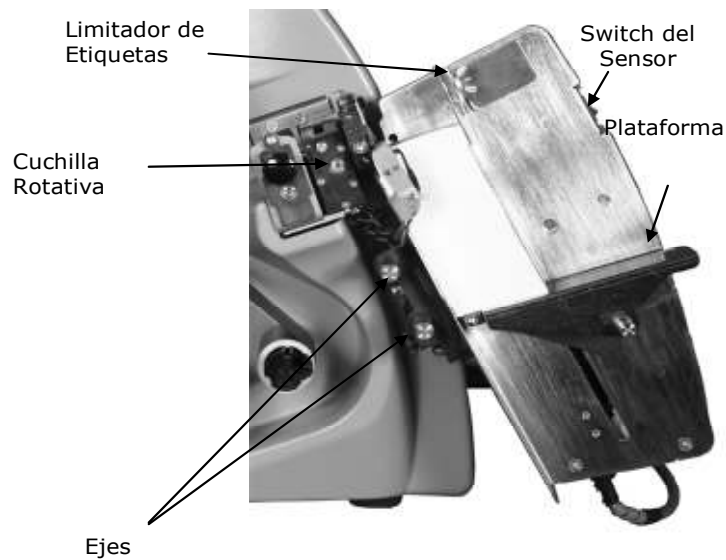

Figura 4. Cuchilla Rotativa y Apilador con la parte de abajo hacia afuera
1. Localice los dos ejes debajo del ensamblaje de la cuchilla y el avance auxiliar (Véase figura 4).